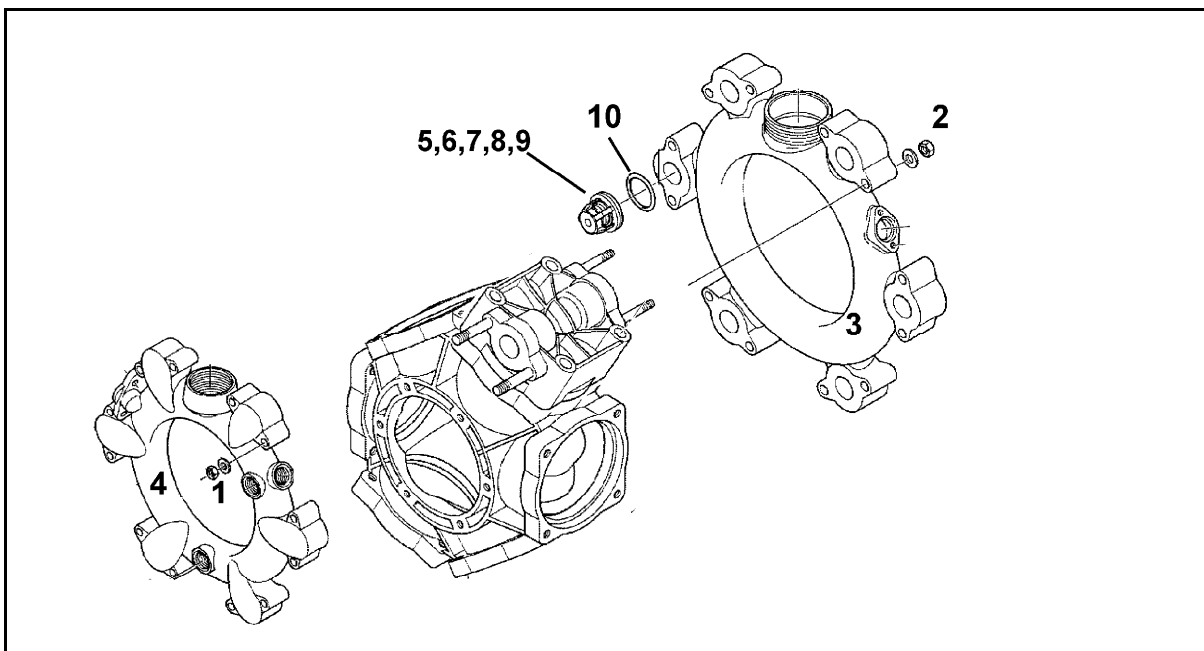

Fig. 165
- Læg mærke til, hvordan ventilerne på suge- og tryksiden er monteret, inden ventilgrupperne (Fig. 165/5) afmonteres.
- Når delene igen monteres, skal De være opmærksom på, at ventilstyret (Fig. 165/9) ikke bliver beskadiget. Hvis ventilstyret bliver beskadiget, kan ventilerne blokere.
- Skruerne (Fig. 165/1) skal ubetinget skrues fast over kors med det anførte drejningsmoment. Hvis boltene ikke er spændt korrekt, bevirker det, at pumpen bliver utæt.
2. Møtrikkerne (Fig. 165/1,2) fjernes.
3. Suge- og trykrør (Fig. 165/3 og Fig. 165/4) afmonteres.
4. Ventilgruppen (Fig. 165/5) afmonteres.
5. Det kontrolleres om ventilsæde (Fig. 165/6), Ventil (Fig. 165/7), ventilmfjeder (Fig. 165/8) og ventilstyr (Fig. 165/9) er beskadiget eller slidt.
6. O-Ringen (Fig. 165/10) fjernes.
8. Efter at ventilgruppen (Fig. 165/5) er kontrolleret og rengjort, monteres ventilgruppen igen.
9. Nye O-ringe (Fig. 165/10) monteres.
10. Suge- (Fig. 165/3) og trykkanal (Fig. 165/4) monteres på pumpehuset.
11. Møtrikkerne (Fig. 165/1,2) spændes over kors med en tilspændingsværdi på **11 Nm**.